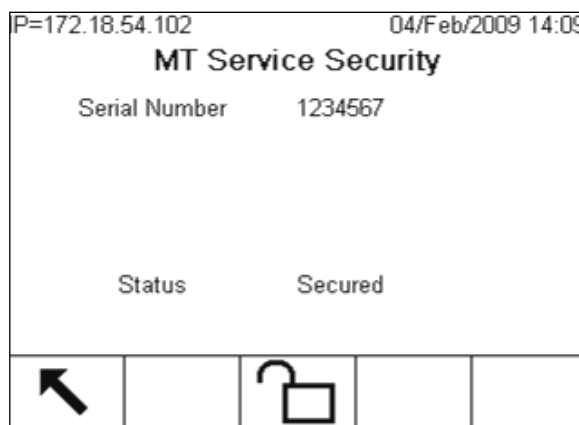

Figure C-44 : Écran sécurisé de la sécurité d'entretien MT
2. Pour récupérer les enregistrements du journal, la fonctionnalité de sécurité de l'entretien MT doit être déverrouillée. Pour déverrouiller à partir du terminal, appuyez sur la touche programmable SETUP  et sélectionnez **Maintenance > Exécution > Sécurité de l'entretien MT**. L'écran Sécurité de l'entretien MT s'affiche (Figure C-44). Reportez-vous au chapitre 3, **Configuration**, pour des informations sur la manière de créer la chaîne de verrouillage et d'entrer la chaîne de caractères clé. Le terminal peut aussi être déverrouillé lorsqu'il est connecté en ligne par Ethernet à une version autorisée de InSite.